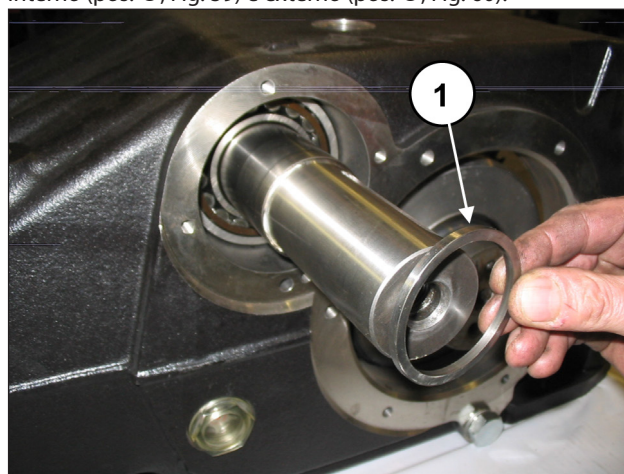

Fig. 59
Em ambos os lados, insira os espaçadores do rolamento interno (pos. ①, Fig. 59) e externo (pos. ①, Fig. 60).